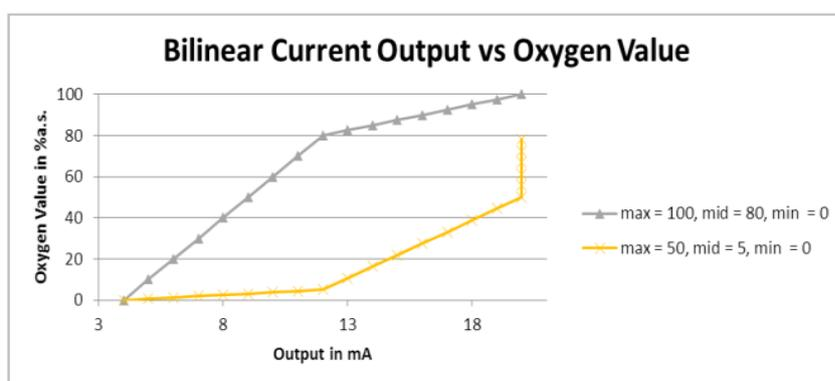

Figura 65. Uscita in corrente bilineare vs valore di ossigeno
- **Bilinear:** i valori superiore, medio e inferiore sono stati impostati per corrispondere a 4mA, 12mA e 20mA. Questa modalità consente una maggiore risoluzione all'interno di un certo campo. Per un esempio, v. Figura 65.
Il primo esempio (linea grigia) in Figura 65 visualizza l'alta risoluzione in un ambiente povero di ossigeno. Il secondo esempio (linea gialla) visualizza l'alta risoluzione in un ambiente ricco di ossigeno. Inoltre, è visualizzato anche il comportamento per valori di misura fuori campo (valori di ossigeno sopra un massimo di 50 sono visualizzati come 20mA).